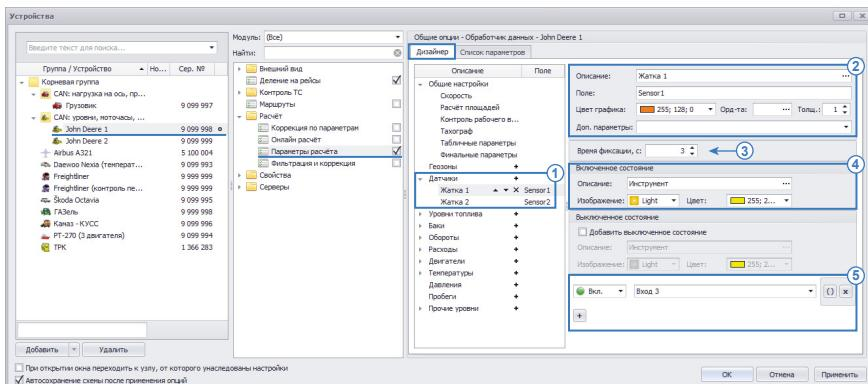

Рис.18. Свойство датчика подключения секции.
- перейти на вкладку «Статусы переключателя» и в поле «Вкл. состояния определяются списком» выбрать опцию «Инструментов» (Рис.18).